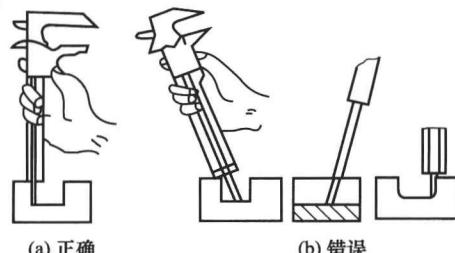

图 1-8 测量深度的方法
5) 测量孔深或孔高时, 应使深度尺的测量面紧贴孔底, 游标卡尺的端面与被测件的表面接触, 且深尺要垂直, 不可前后左右倾斜, 如图 1-8 所示。